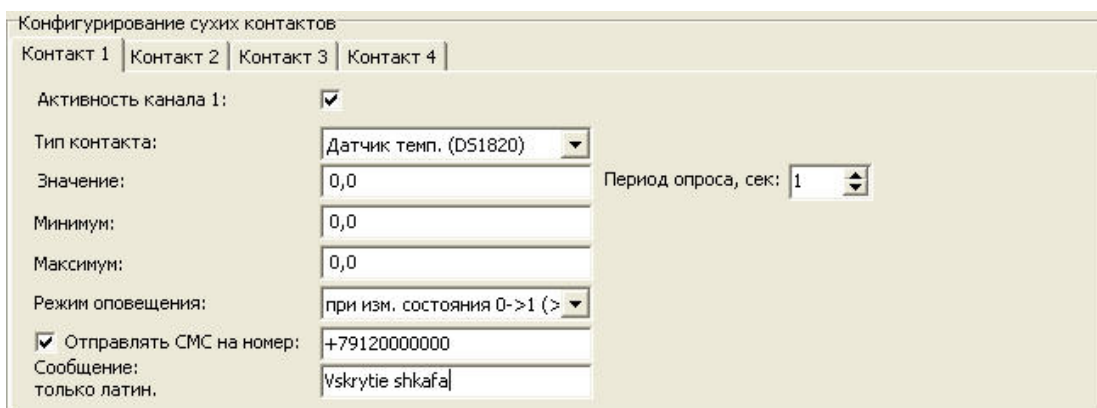

Рисунок 14. Окно конфигурирования контакта типа «Датчик температур (DS1820)»
- при конфигурировании контакта типа «Датчик температур (DS1820)» имеется возможность задать минимальное и максимальное значение контролируемой температуры, а также период опроса датчика (рисунок 14).